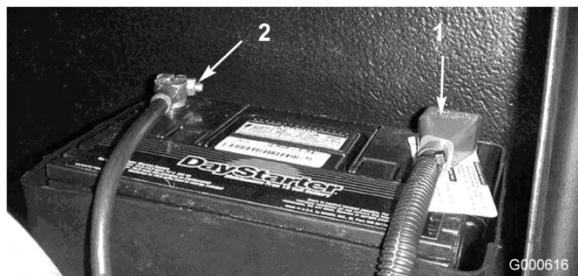

Figura 42
- Collegate il cavo positivo (rosso) al terminale positivo (+) e il cavo negativo (nero) al terminale negativo (−) della batteria (Figura 42). Fissate i cavi ai poli con viti a testa cilindrica e dadi. Verificate che il terminale positivo (+) sia completamente sul polo, e che il cavo sia posizionato in modo aderente alla batteria. Il cavo non deve toccare il coperchio della batteria. Fate scorrere la guaina di gomma sul morsetto positivo per evitare un cortocircuito.